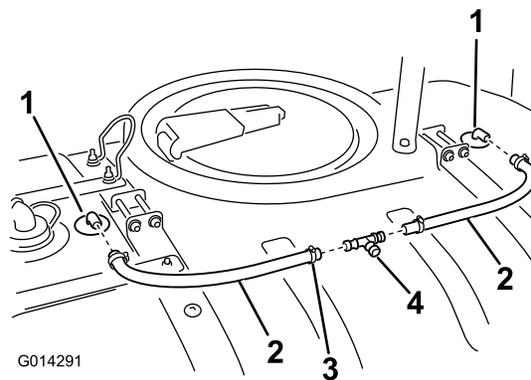

Figura 21
2. Montate una fascetta stringitubo sull'estremità di ogni flessibile (Figura 21).
3. Montate un flessibile sul raccordo scanalato dell'ugello di lavaggio (Figura 21).
2. Montate il raccordo a T sulle estremità libere dei flessibili degli ugelli di lavaggio, montati in precedenza come illustrato in (Figura 21).